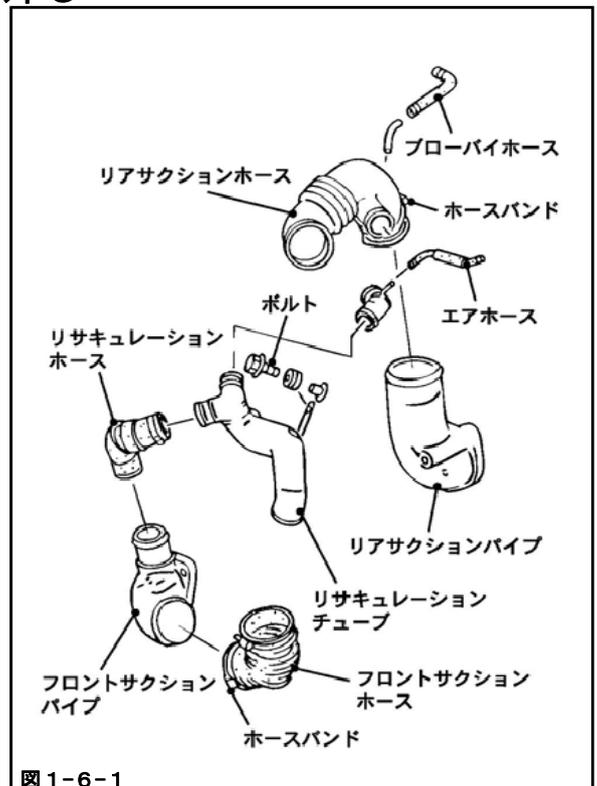

図 1-6-1
- (1) ボルト(1個)を取外してください。(図1-6-1)
- (2) ホースバンドをゆるめ、リサキュレーションチューブを取外してください。(図1-6-1)
- (1) ホースバンドをゆるめ、F, Rのサクションホースを取外してください。(図1-6-1)
- (2) ボルト(F, R各2本)を外し、F, Rのサクションパイプを取外してください。(図1-6-1)